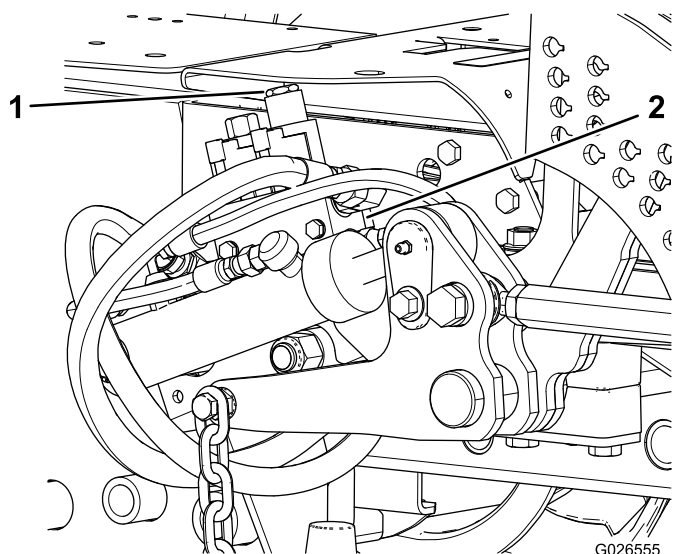

図 8
- 昇降バルブマニホールドのポート A のソレノイドバルブにスペーサ/コイルアセンブリを固定しているナットを外す 図 8。